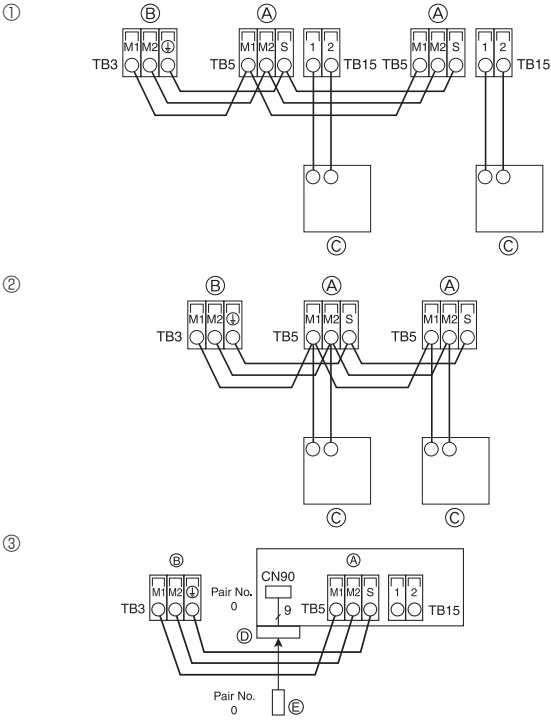

Fig. 4-8
4.4. Collegamento del comando a distanza e dei cavi di trasmissione delle sezioni interne ed esterne (Fig. 4-8)
- ① Comando a distanza MA
- ② Comando a distanza in rete
- ③ Telecomando senza fili (se si installa il ricevitore di segnale wireless)